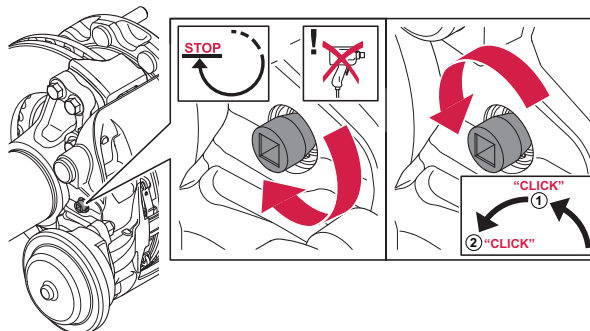

Figura 9.1. Ajuste inicial de las pastillas
2. Gire entonces el eje de reposición en sentido contrario a las agujas del reloj hasta que note dos clics, vea la figura 9.1.